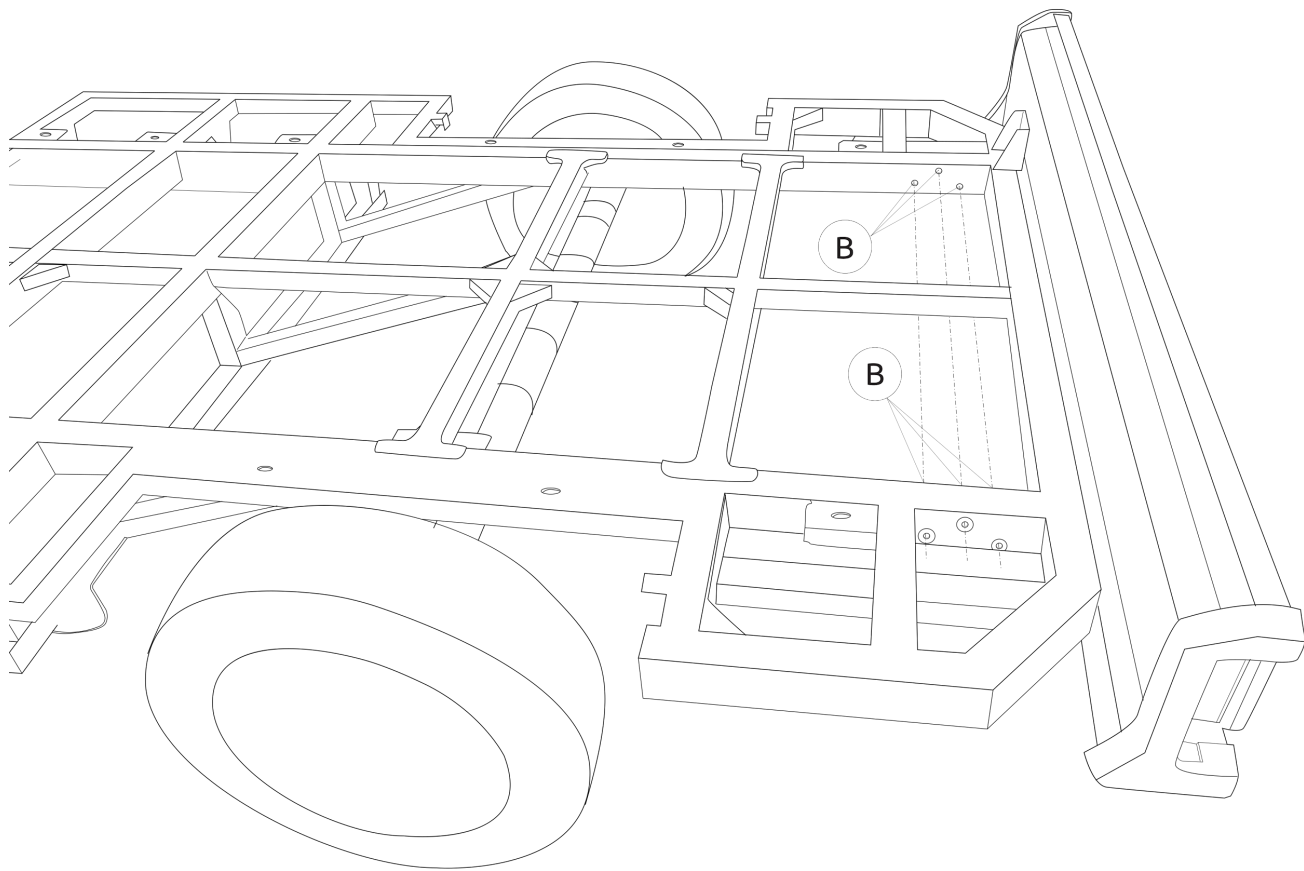

Fig. 1
1. Zamontować płytę boczną A w miejscu punktów B, bez przykręcania. Patrz rysunek 1.
1. Установить боковую панель A в точках B, слегка закрепив ее. См. рис. 1.